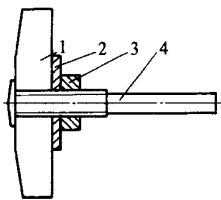
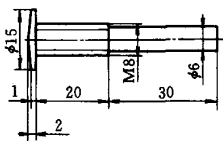

图 1
图 2
(1) 简易抛光机的结构如图 1。其中磨杆 4 是非标准件,各尺寸如图 2; 砂轮 1 可以用废旧砂轮代替,并修磨成一锥面。
(2) 用图 1 所示磨头对于磨削量大的工件进行粗磨。如果用一般的小磨头粗磨,不但磨头损耗快,而且磨削效率低。如果用这种简易抛光机粗磨,不但废旧砂轮片能得到有效利用,而且也能提高磨削效率。
另外,把图 1 中砂轮换成薄砂轮片,还可以对一些形状复杂、加工难度大的窄槽进行清根和磨削。